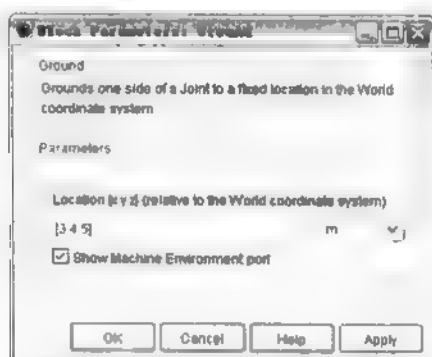

图 17.12 Ground 模块参数对话框
- (1) 然后在 SimMechanics 库中打开 Bodies 库。
- (2) 从 Bodies 库中拖放 Ground 模块和 Machine Environment 模块到模型窗口中, 保存文件为 model17to01 mdl, 然后关闭 Bodies 模块库。
- (3) 打开 Ground 模块参数对话框, 在 Location [x y z]框中输入向量[3 4 5], 并选中 Show Machine Environment port 复选框, 如图 17.12 所示。单击 OK 按钮, 然后连接